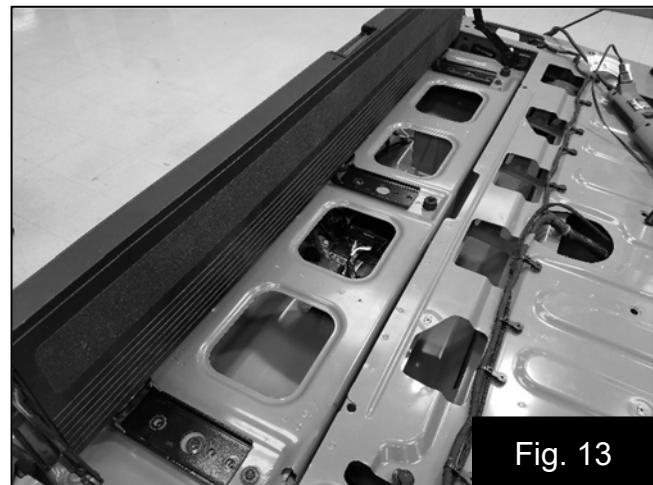

Fig. 13
20. Repositionnez le marchepied. Fig. 13
- Reposición del peldaño. (Imagen 13)